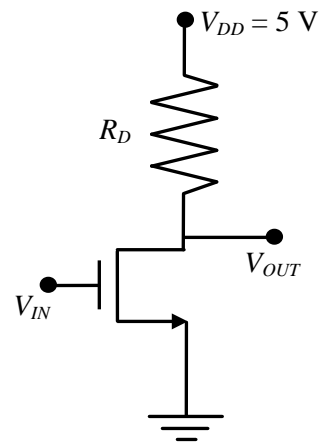
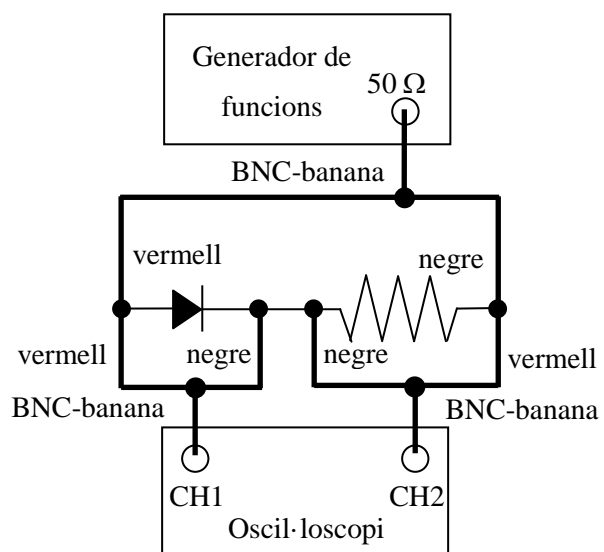

Figura 7
Figura 12
A la figura 7 es mostra l'esquema d'un circuit inversor o **porta NOT**. Està format per una resistència, un transistor NMOS i una font de tensió amb una fem  $V_{DD} = 5\text{ V}$ , connectada entre la resistència i la font del transistor. En aquest cas el senyal d'entrada  $V_{IN}$  és la diferència de potencial  $V_{GS}$ , mentre que el senyal de sortida  $V_{OUT}$  és  $V_{DS}$ . En funció dels valors 0 i 5 V a l'entrada, s'observa que:
A la figura 12 es mostra la característica de transferència ( $V_{GS}, V_{DS}$ ) corresponent a un circuit inversor format per un NMOS de potència IRF840, connectat a una resistència de 1 kΩ (veure figura 7), que s'observa
1. Munteu el circuit de la figura 12 amb un dels díodes **1N4007** i la resistència de **100  $\Omega$** . Connecteu un dels cables BNC-banana entre la sortida de 50  $\Omega$  del generador de funcions i la part p (o ànode) del díode (banana vermella) i la resistència (banana negra). Per mesurar la diferència de potencial del díode  $V_d$  al canal I de l'oscil·loscopi, connecteu un altre cable BNC-banana entre l'entrada del canal I i els extrems del díode, amb la banana vermella al ànode i la negra al càtode (o part n). Per determinar la caiguda de tensió a la resistència  $V_R$  al canal II, connecteu l'altre cable BNC-